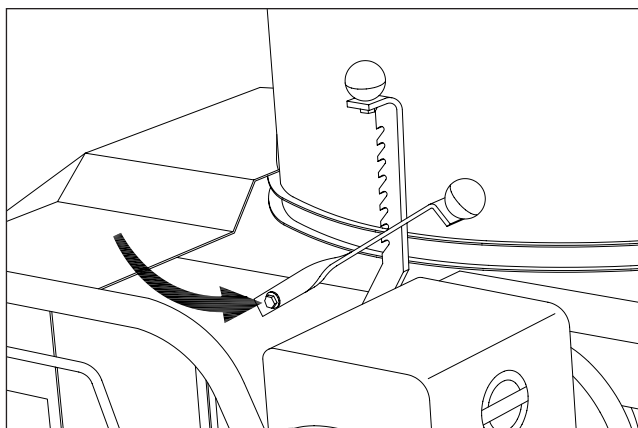

Fig. 24 Levier de commande de la grille
6. Enlevez le boulon qui retient le levier de commande de la grille (voir figure 24).